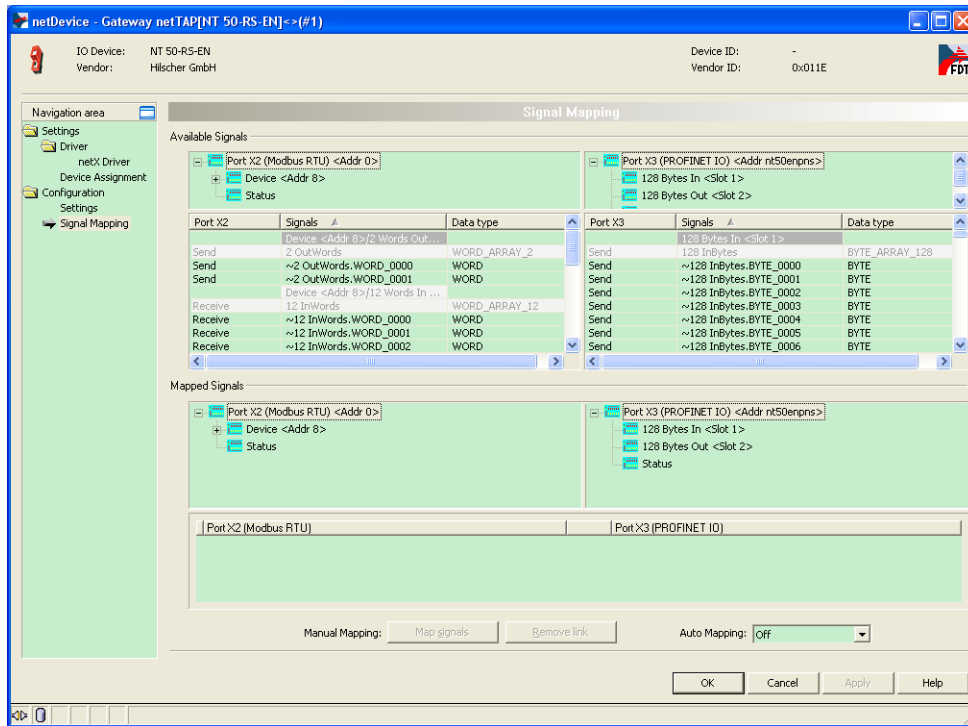

图 28
11) 再双击网关(或右击网关,选择“Configuration”“Gateway”),弹出对话框,选择“Signal Mapping”项,进行数据映射,如图 28 所示。